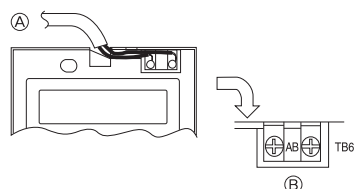

Fig. 5-7
2) Méthodes de connexion (Fig. 5-7)